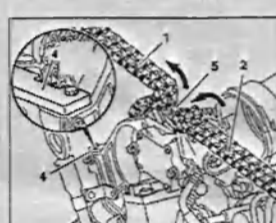

Рис. 3.28. Извлеките старую цепь 1, одновременно устанавливая новую цепь 2 в направлении стрелки.
12. Установите новую цепь. Вращайте коленчатый вал до тех пор, пока не будет возможности соединить концы новой цепи 2 с помощью соединительного звена. Извлеките старую цепь 1, одновременно устанавливая новую цепь 2 в направлении стрелки (рис. 3.28).